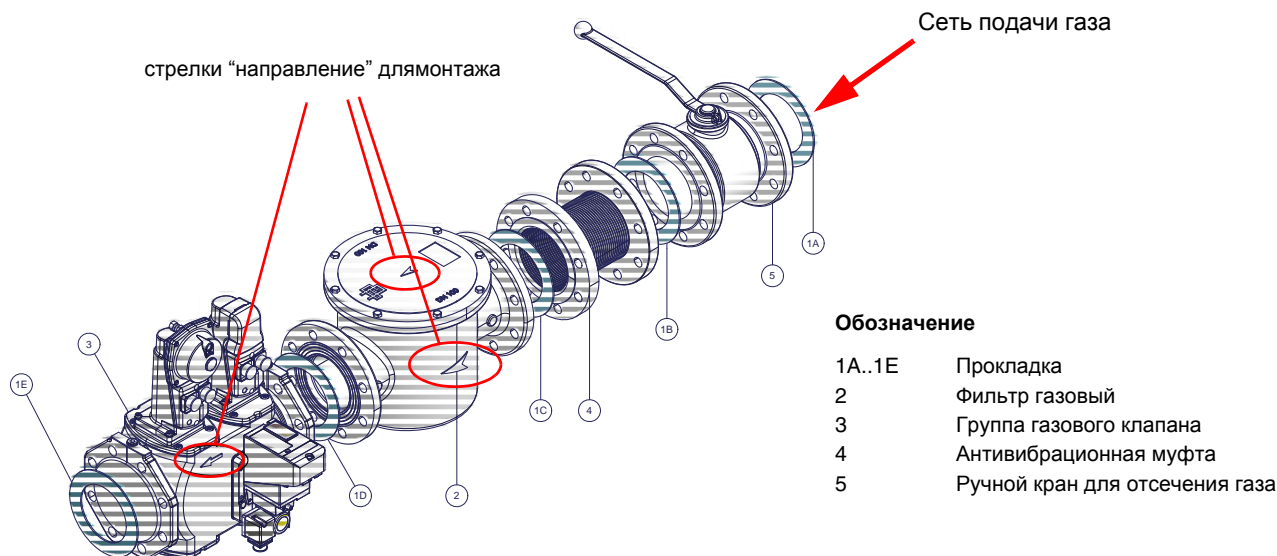

Рис. 5 - Пример газовой рампы
- 1 - б) при фланцевых соединениях: между соседними компонентами устанавливать прокладку (1А..1Е - Рис. 5), совместимую с используемым газом,
ВНИМАНИЕ: после монтажа газовой рампы согласно схеме на Рис. 5, необходимо провести тестирование на герметичность газового контура, согласно требований действующих нормативов.
⚠ ВНИМАНИЕ: после монтажа газовой ramпы согласно схеме на Рис. 5, необходимо провести тестирование на герметичность газового контура, согласно требований действующих нормативов.